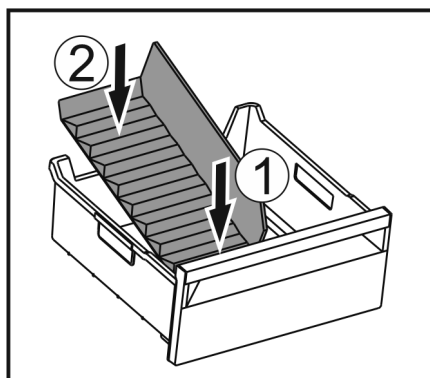

Fig. 179
- Sæt den forreste del af frostrumsadskilleren i. Fig. 179 (1)
- Sæt den bageste del af frostrumsadskilleren ned i skuffebunden. Fig. 179 (2)